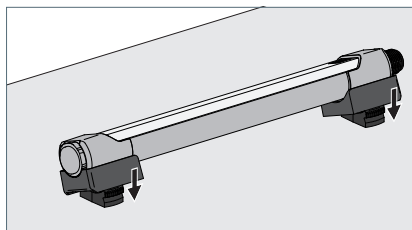

Fig. 5: Monter le luminaire sur les éléments de fixation.
- ▶ Posez le luminaire avec les supports montés sur les éléments de fixation et poussez le luminaire vers le bas jusqu'à ce que les supports s'enclenchent dans les éléments de fixation, voir Fig. 5.